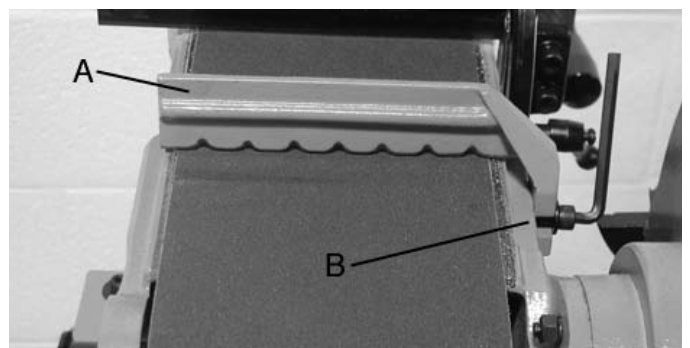

FIGURE 11
1. La butée de pièce de travail (A- Fig.11) peut être installée au boîtier de la courroie à la place de la table de la courroie quand qu'elle est utilisée en position horizontale.
4. Fixez la butée de pièce de travail au boîtier de la courroie (B) utilisant une rondelle et un boulon à tête cylindrique tel qu'illustré à la fig. 11.